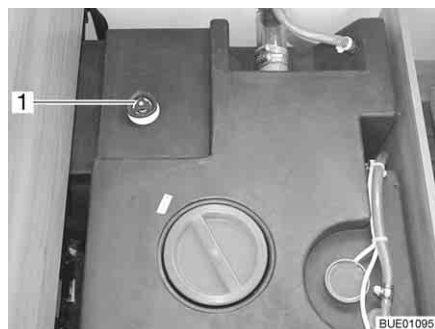

Bild 209 Wassertank mit Drehgriff
- Auf dem Wassertank den Drehgriff (Bild 209,1) entgegen dem Uhrzeigersinn über den Widerstand hinaus bis zum Anschlag drehen, um die Ablauföffnung vollständig zu öffnen.